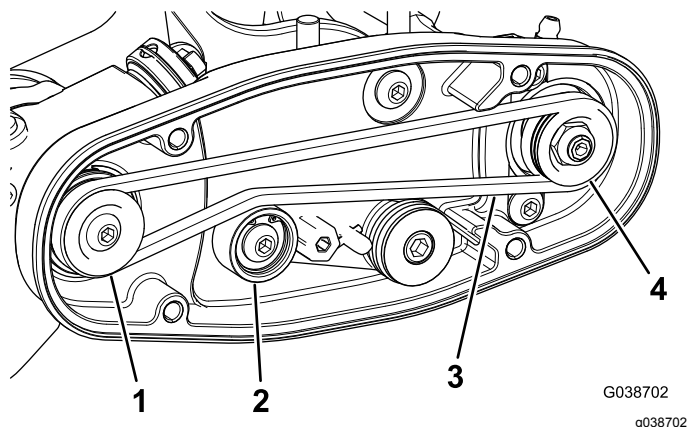

Figure 13
- Passez la courroie autour de la poulie d'entraînement puis sur le dessus de la poulie de tension (Figure 13).